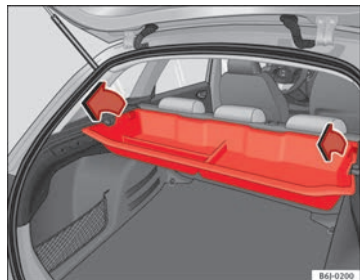

Fig. 97 Smontaggio del cassetto portaoggetti
- Estrarre il pianale portaoggetti e tirare verso l'alto per le estremità del cassetto portaoggetti → fig. 97.